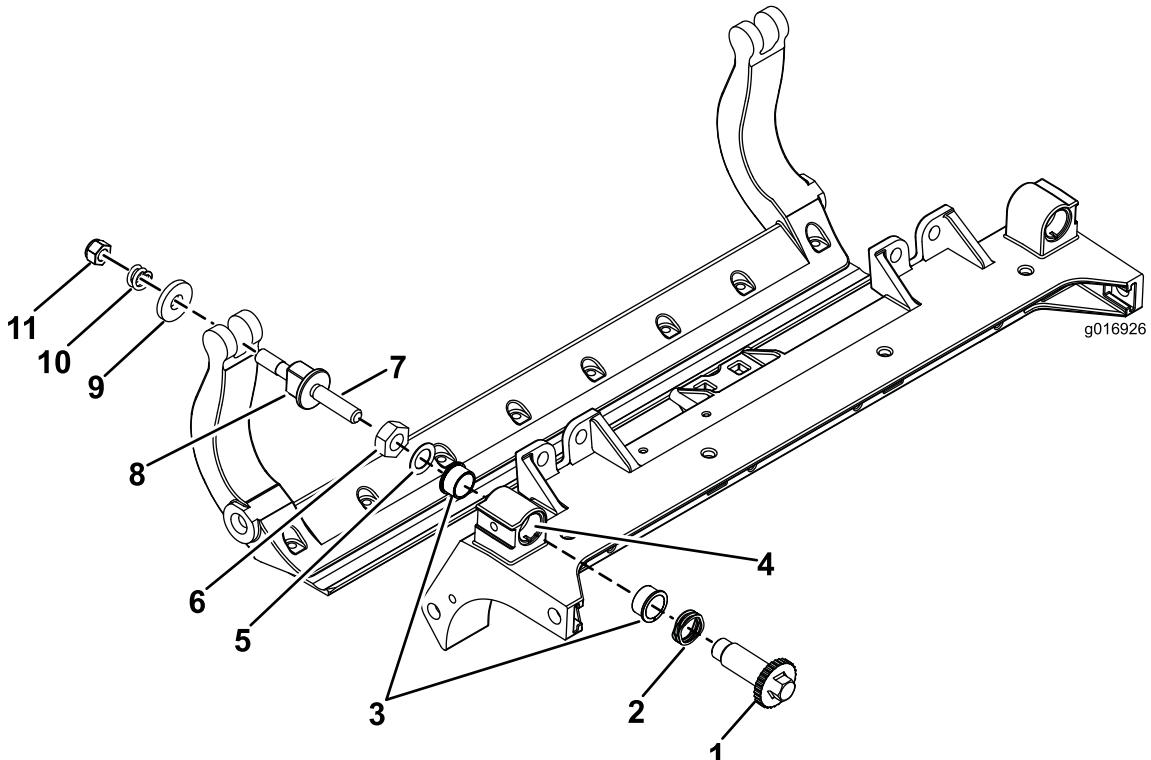

図 36
- 全部のパーツを取り外すHD DPA キットの 取り付け要領書 および図 36を参照。
- カッティングユニットのセンターフレームのブッシュ挿入場所に固着防止剤を塗布する図 36。
- フランジブッシュのキーとフレームのキー溝を揃えて、ブッシュを挿入する図 36。
- アジャスタシャフトにウェーブワッシャを通して、アジャスタシャフトをカッティングユニットのフレームのフランジブッシュに通す図 36。
- 平ワッシャとロックナットでアジャスタシャフトを固定する図 36。
- 注** 内側のワッシャには遊びがあつてかまいません図 36。
- 各ベッドバーアジャスタアセンブリを締め付けて圧縮スプリングを完全に圧縮し、そこから1/2回転だけ戻す図 36。